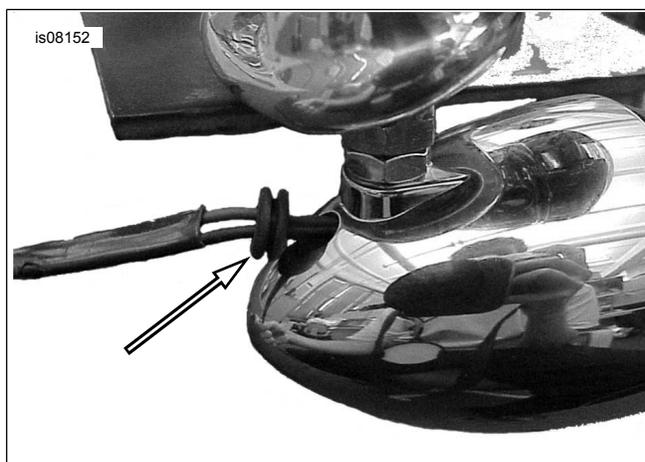

Figure 8. Installation de l'œillet du kit
4. Voir Figure 8. Enfiler l'œillet neuf (numéro de pièce 11443) du kit sur le faisceau de fils du feu de direction et le positionner comme illustré. Installer l'œillet dans le boîtier du feu de direction. Un peu d'eau pourra faciliter l'installation.